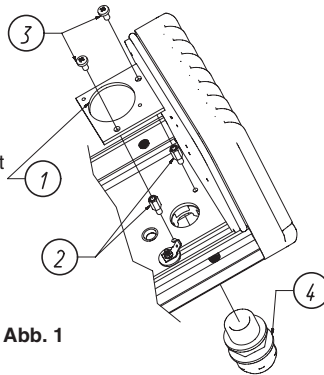

Abb. 1
- Den Stahlverschluß Pg 16 aus dem Gehäuseboden schrauben und den Luftfilter (4) einschrauben, der dem Bausatz beiliegt (Abb. 1).
- Die Turm-Distanzstücke (2) in die Gewindelöcher im Gehäuseboden schrauben und die PVC-Platte (1) mit den Befestigungsschrauben (3) fixieren (Abb. 1).